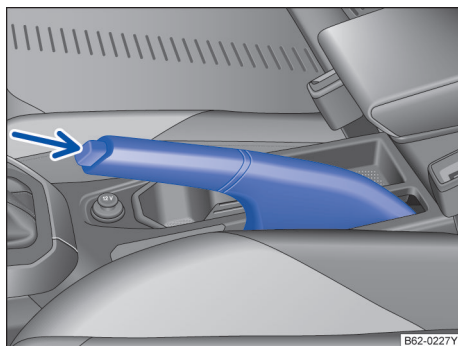

图 101 手制动杆。
- 向上拉起手制动杆 → 图 101。
- 稍稍拉起手制动杆，按箭头所指的方向 → 图 101 按下闭锁按钮并将手制动杆向下放到底 → ▲。